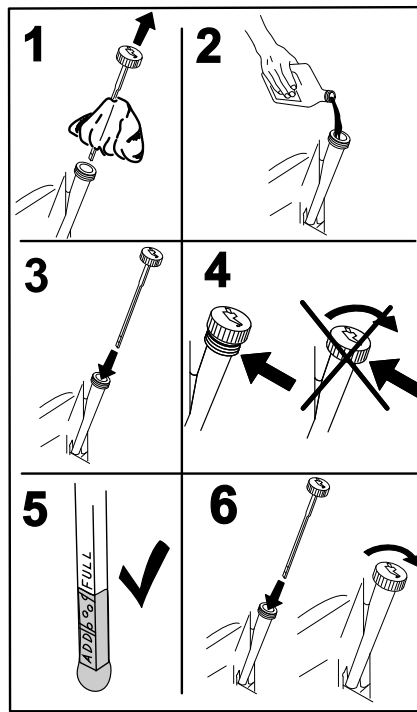

Figure 35
4. Versez lentement environ 80 % de l'huile spécifiée dans le tube de remplissage, puis faites l'appoint lentement jusqu'à ce que le niveau atteigne le repère maximum (**Full**) (Figure 35).